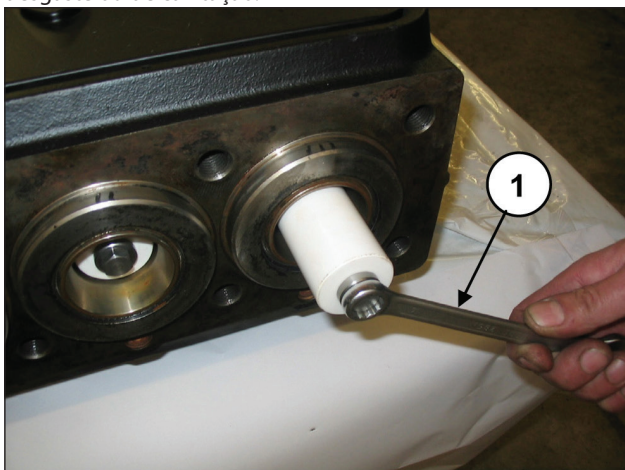

Fig. 121
Providencie a desmontagem dos pistões, soltando os parafusos de fixação (pos. ①, Fig. 121).